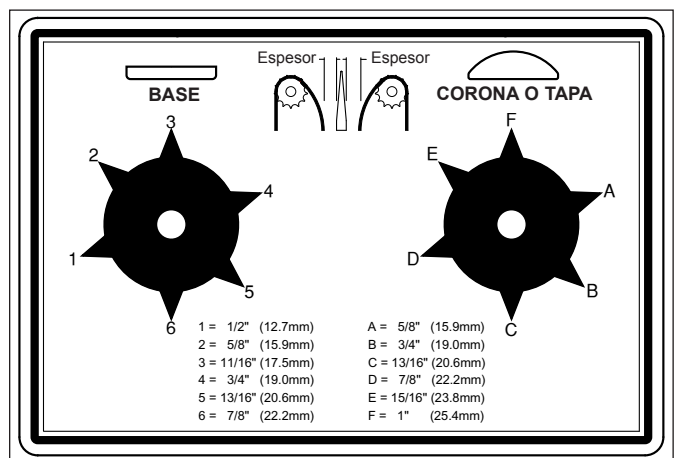

Figura 3. Controles de ajuste de grosor de los panecillos
1. Fije los controles de ajuste de espesor de los panecillos (Figura 3) en la selección deseada.